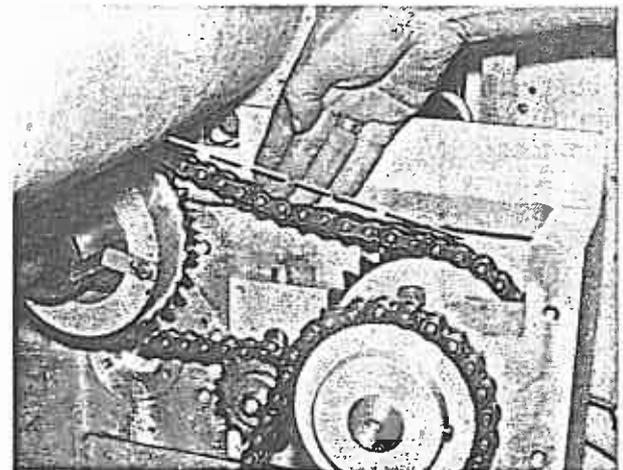

Bild 63.3
5. Kettenspannung der zweiten Kette prüfen; dazu Kette am längstfreiliegenden Teil von Hand durchdrücken (Bild 63.3). Sie muß sich 5...10 mm durchdrücken lassen, ggf. Kettenspannung berichtigen.